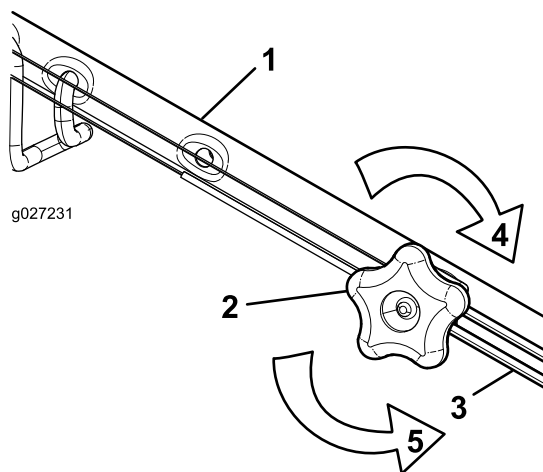

Figura 38
1. Girate la manopola di regolazione in senso antiorario per allentare la regolazione del cavo (Figura 38).
2. Regolate la tensione del cavo (Figura 38) tirandolo indietro o spingendolo in avanti e mantenendo quella posizione.